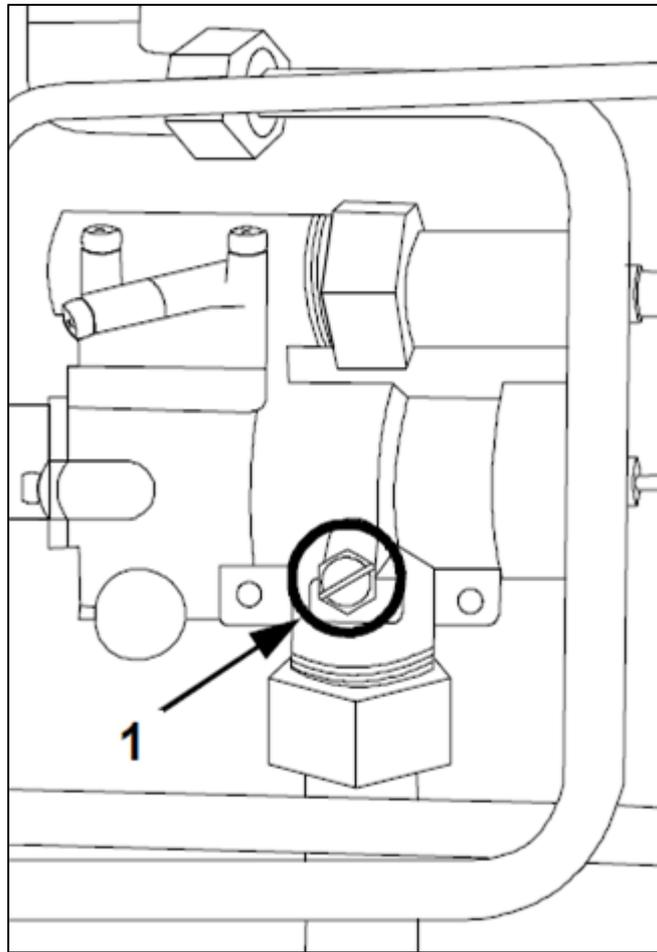

FIG.7
- 2) Quitar el tornillo de sostén de la válvula de seguridad (grifo gen eral) (FIG.7 Ref.1)
- 5) Medir la presión de alimentación (FIG.7 Ref.1)
- 7) Atornillar el tornillo de sostén de la toma de presión de alimen tación (FIG.7 Ref.1)